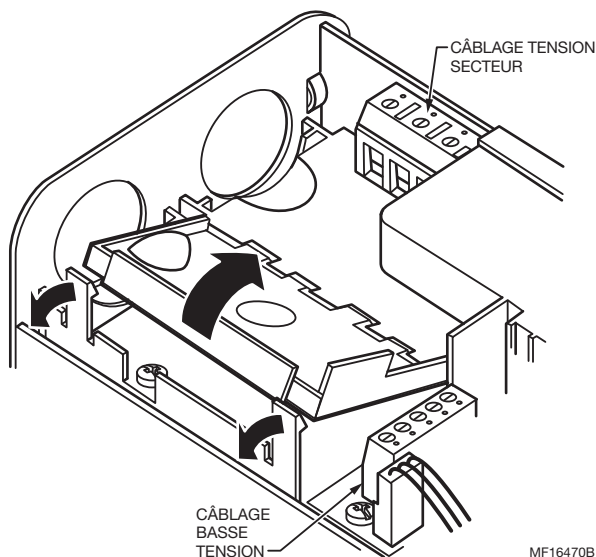

Fig. 5. Ouverture du compartiment de câblage basse tension de l'actionneur ML7999C.
2. Tirez les crochets de verrouillage vers l'arrière tout en ouvrant le compartiment basse tension. Voir la Fig. 5.